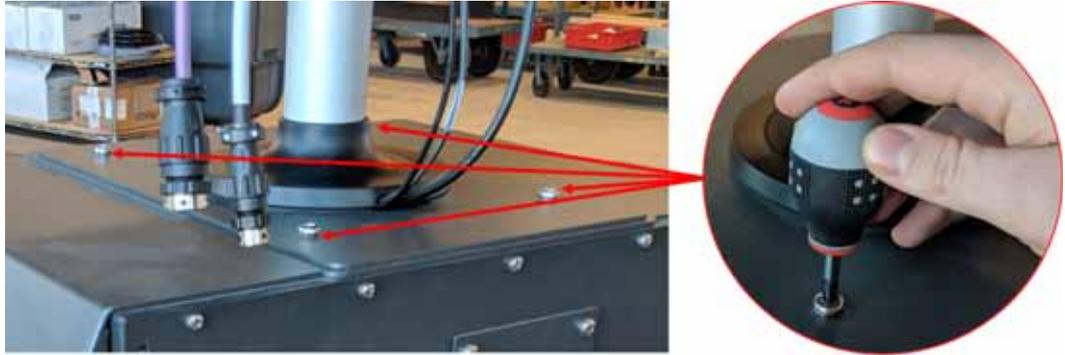

Figure 15-22 Retrait des vis de l'interface opérateur
4. Utilisez un tournevis cruciforme n°4 pour retirer les quatre vis qui maintiennent l'interface opérateur sur le dessus de l'unité centrale. Veuillez-vous reporter à Figure 15-22.